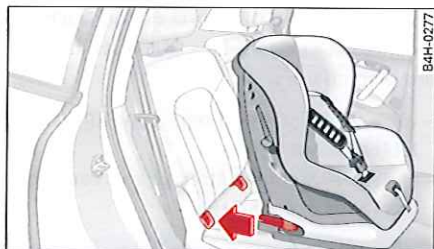

Fig. 128 Banquette arrière : fixation du siège-enfant avec ISOFIX
- ▶ Introduisez les bras de crantage du siège-enfant dans les ancrages ISOFIX en veillant à ce qu'ils s'encliquettent de façon audible ⇒ page 115, fig. 128.